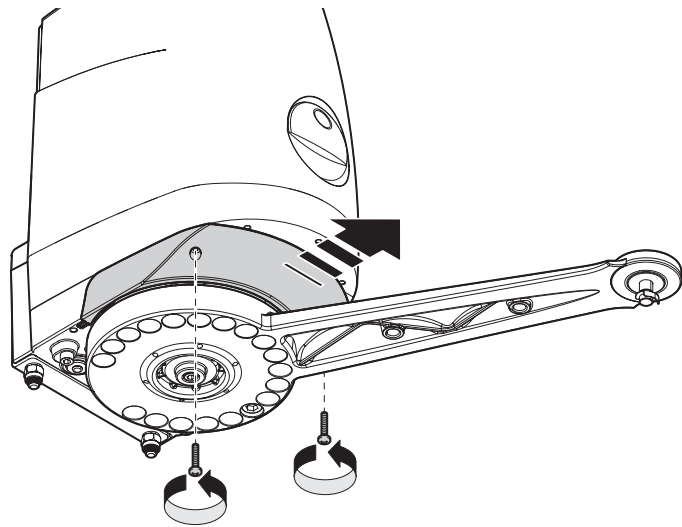

Fig. 13
02. Rimuovere le 2 viti poste sotto il motore e sfilare il coperchio come indicato nell'immagine **fig. 13**;